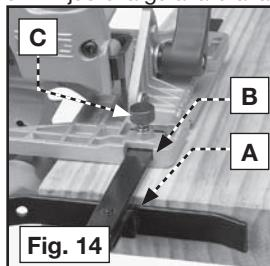

Fig. 14
- Introduzca la guía lateral (A) Fig. 14 por las ranuras (B) en la lado derecho de la base. Métala hasta que se extienda por ambos ranuras en el lado izquierdo de la base.
- Ponga el resorte sobre (alrededor de) la tuerca manual (C) Fig. 14 (se incluyen con la guía), y enrósquela en el agujero en la base de la sierra. NO LA APRIETE.